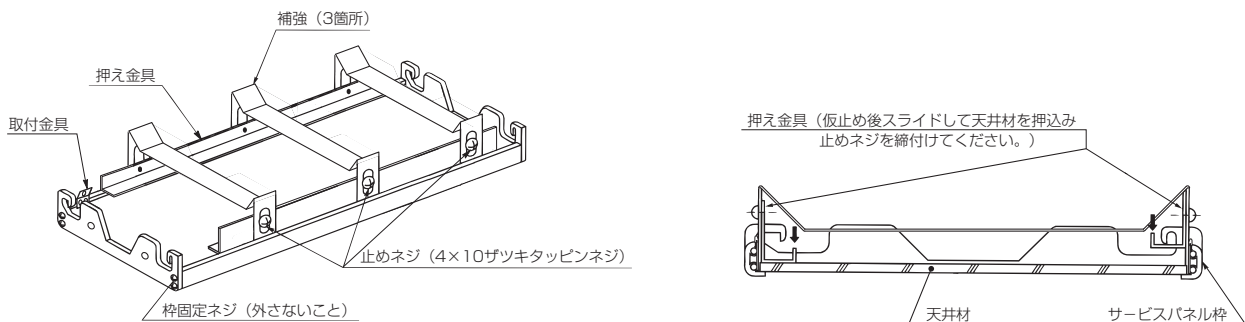

図20
- 押え金具をスライドし、天井材を押込み、ネジを締付け固定します。(図20参照)